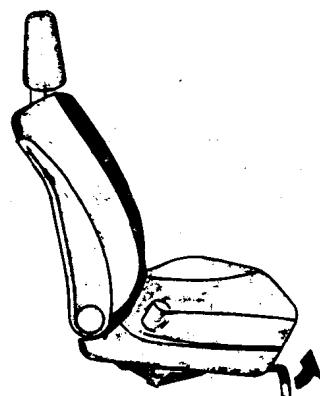

图 2-4 前座椅的前后调整
(1) 前座椅的前后调整 调整时，拉起座椅下面前方的拉杆，座椅即可向前或向后移动至所需位置。移动座位之后放下拉杆，并再移动一下座位，使定位机构卡住，见图 2-4 中箭头所示。
(2) 前座椅靠背角度的调整 人体前倾，转动靠背旁的旋钮即可。在行驶中切勿将靠背过分向后倾斜，以免影响安全带的效果。